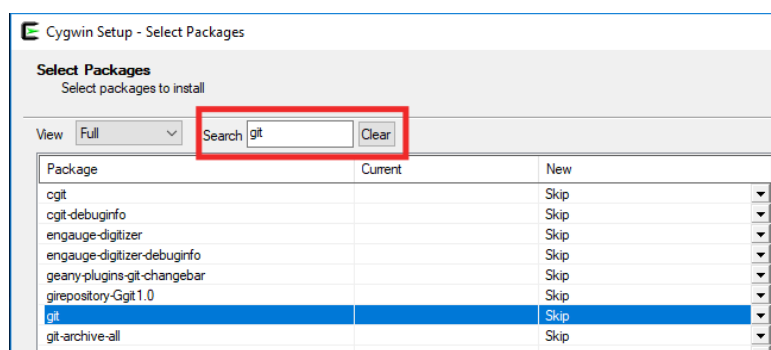

图106. 查找git软件包
- 在“**Search**”（搜索）框中查找git软件包（图106）。